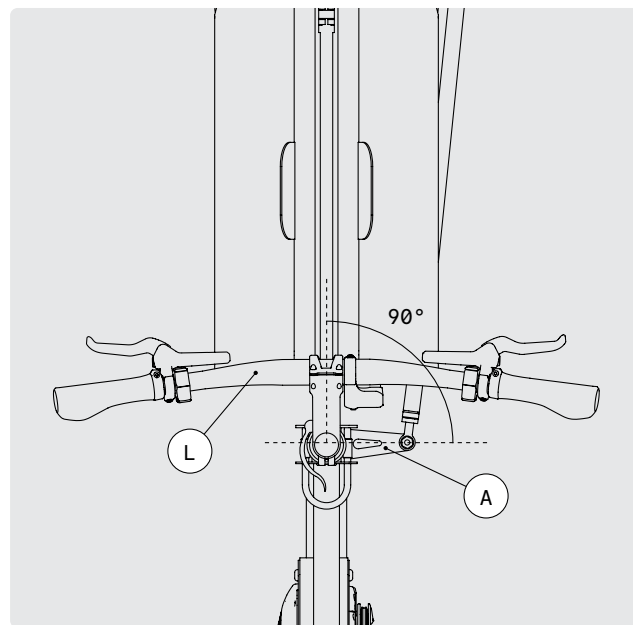

FIG. 30
L'alignement est dérégulé lorsque la patte A n'est plus perpendiculaire au cadre, alors que le guidon L et la roue avant sont droits, voir la Fig. 30.
- 1 Desserrez le contrecrou de la vis à œil avec une clé plate de 17 (Fig. 30).